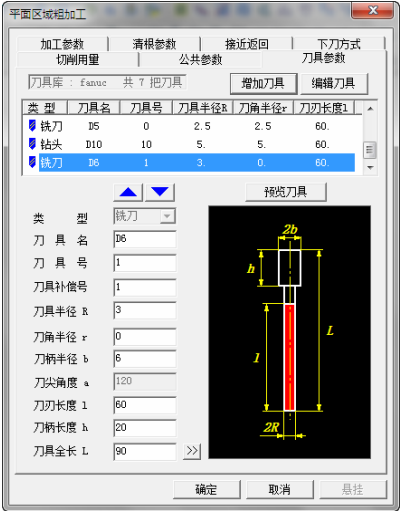

图 8-14 “刀具参数”选项卡
6) 单击“刀具参数”选项卡，增加刀具名 D6，刀具半径为 3mm，刀角半径为 0，如图 8-14 所示。